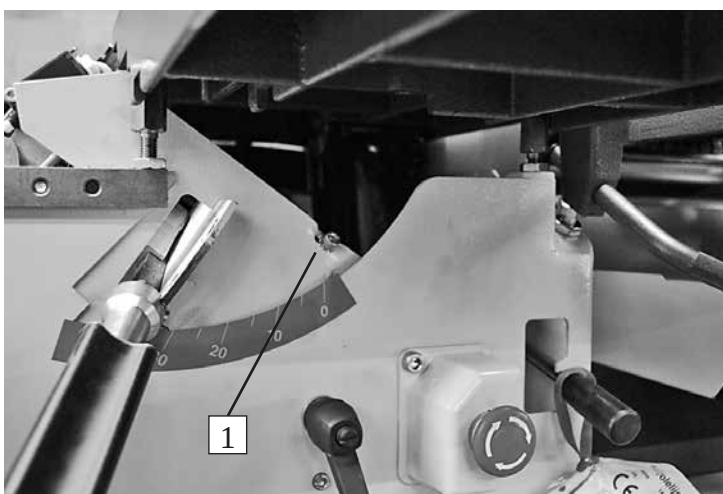

Рис. 36
Натяжение ремня вала пильного диска (рис. 36) можно отрегулировать после наклона пильного диска на 45° . Тогда становится виден и доступен крепежный болт (1) над ручкой подъема-опускания пильного диска. При повороте болта по часовой стрелке натяжение ремня увеличивается, против часовой – уменьшается.